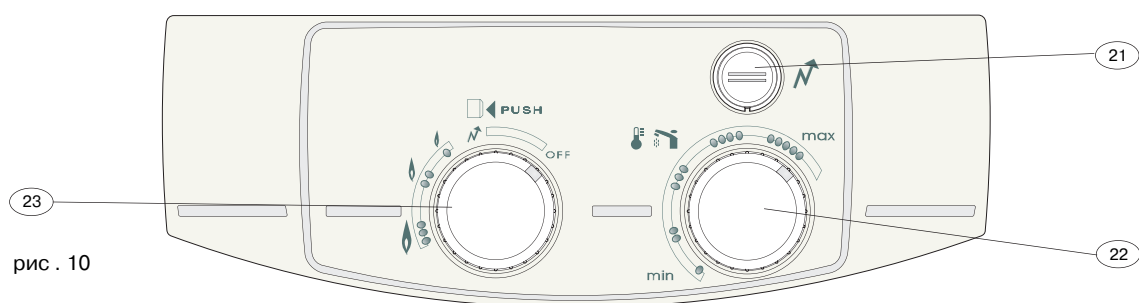

рис. 10
- Выньте рукоятки регулировки (23) подачи газа и регулятора температуры (22) (рис. 10), потянув их на себя
Переведите кнопку-регулятор подачи газа (23) в положение “N” (рис. 10).
горелка. В этом случае, удерживая кнопку-регулятор подачи газа (23), нажмите несколько раз на кнопку (21) до тех пор, пока не включится запальная газовая горелка. После того как включится запальная газовая горелка, продолжайте удерживать кнопку-регулятор подачи газа (23) в положении “N” еще несколько секунд, чтобы запустить систему безопасности, а затем переведите регулятор “(23)” в положение между отметками “0” и “(N)” (рис. 10).